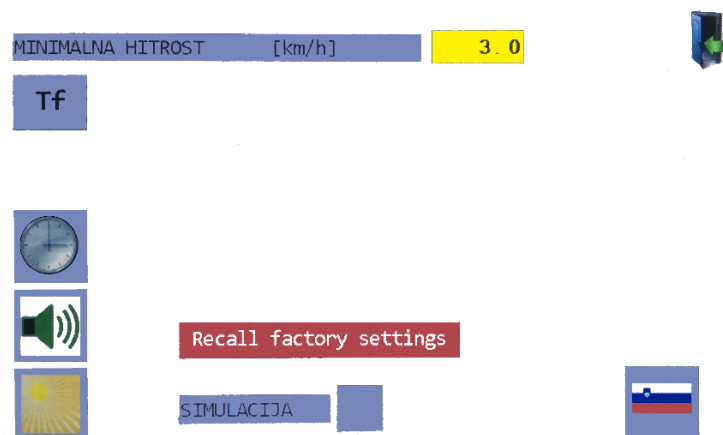

Bild 35
- Die Simulation durch Drücken auf  aktivieren (Bild 35).